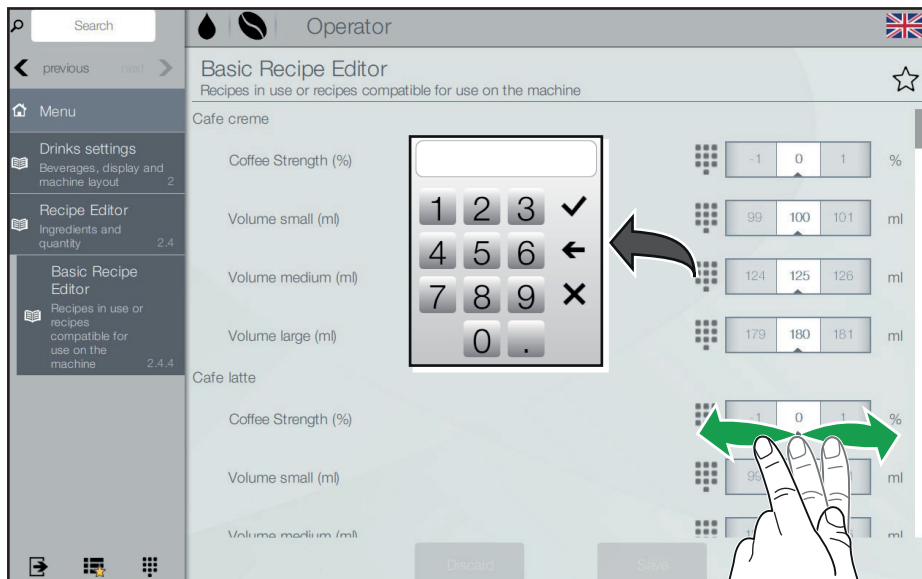

Fig. 6.9 - Éditeur de recettes (volume/concentration)
- Définissez les valeurs requises à l'aide du clavier numérique ou du sélecteur de valeurs (fig. 6.9).